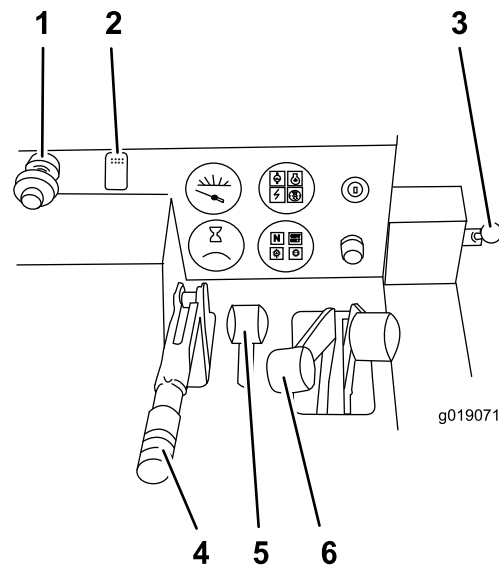

Figura 16
2. Si el motor está caliente, tire del acelerador hacia fuera a la posición de velocidad máxima (Figura 16).
3. Si la máquina está equipada con una zanjadora, mueva la palanca de selección del accesorio a la posición de arado (Figura 16).